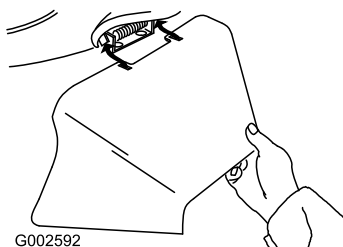

Bild 32
3. Setzen Sie den Seitenauswurfkanal ein und schließen Sie die Klappe auf dem Auswurfkanal (Bild 32).